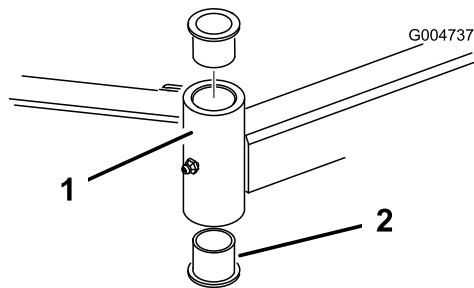

図 125
4. ピンポンチを使って、チューブの上または下からブッシュをたたき出す 図 125。